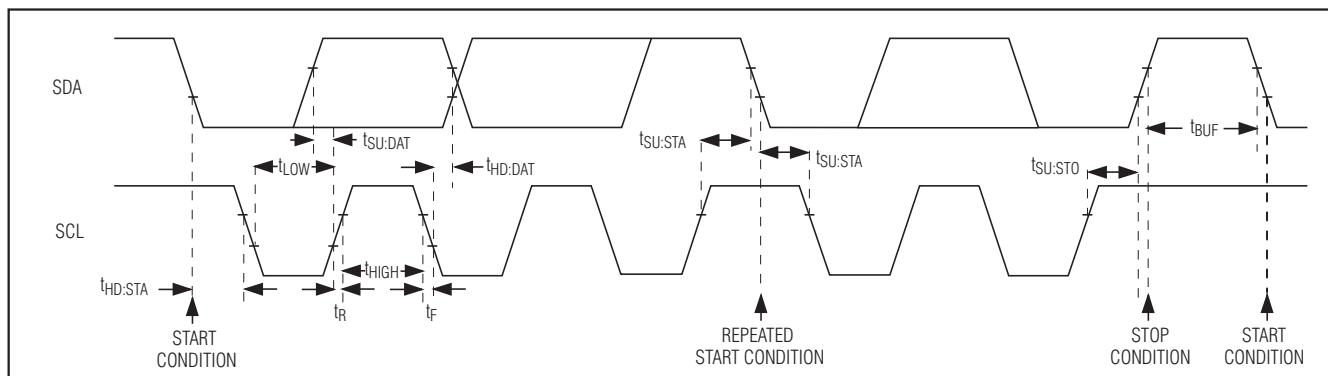

图6. 2线接口时序图
MAX9875采用I²C/SMBusTM兼容的2线串行接口，包括一根串行数据线(SDA)和一根串行时钟线(SCL)。通过SDA和SCL可以在MAX9875和主机之间实现便利的通信，时钟速率高达400kHz。图6所示为2线接口时序图。主机产生SCL，启动总线的数据传输。主机器件发送正确的从地址、寄存器地址和随后的数据字，向MAX9875写入数据。每次传输都由START (S)或REPEATED START (Sr)条件和STOP (P)条件构成帧。发送到MAX9875的每个字长为8位，随后是应答时钟脉冲。主机从MAX9875读取数据时，首先发送正确的从地址，随后发送9个SCL脉冲。MAX9875通过SDA发送数据，与主机产生的SCL脉冲同步。主机接收到每个字节数据后产生应答。每个读序列由START或REPEATED START条件、非应答和STOP条件构成帧。SDA既可以作为输入，又可以作为开漏输出。SDA上需要一个上拉电阻，通常大于500Ω。SCL仅作为输入，如果总线上挂接多个主机，或者是单主机具有开漏SCL输出时，